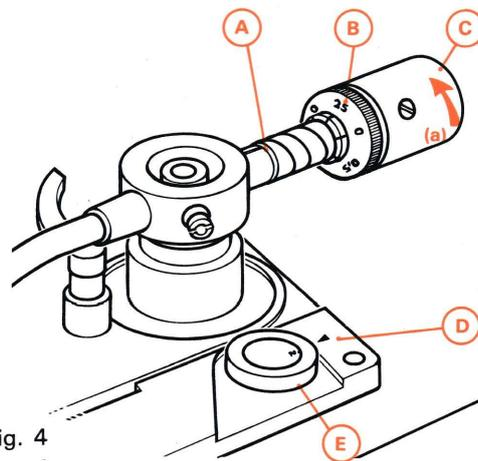

Fig. 4
B. EQUILIBRAGE DU BRAS (Fig. 4)
- 2° - Engager le contrepoids (C) sur l'extrémité libre du bras en le tournant jusqu'à encliquetage.
- 3° - Placer le « 0 » de la commande du réglage de compensation de la force centripète (« antiskating ») (E) en regard du repère fixe (D).
- 6° - Visser ou dévisser le contrepoids (C) pour amener le bras à l'horizontale.
C. REGLAGE COMBINE « FORCE D'APPUI ET COMPENSATION DE LA FORCE CENTRIPETE » (« ANTISKATING ») (Fig. 4)